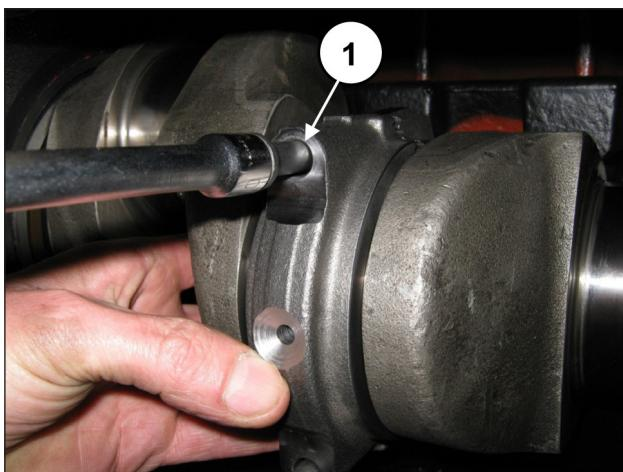

Fig. 70
Fissare i cappelli alle semibielle mediante le viti M10x1,5x80 (pos. ①, Fig. 70).